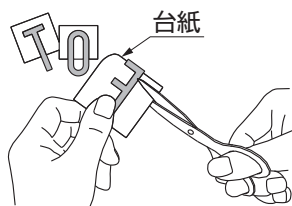

図8-4
- ②文字を切らないように注意して、台紙をハサミで5分の1程度切取ってください。(図8-4参照)